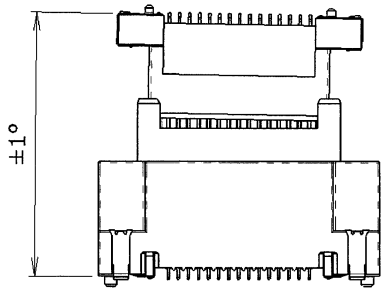

図 3/Fig.3
- 嵌合時の許容角度は図 3～図 4 になりますので、記載角度以下で使用して下さい。
/Please mate below the angle of the figure 3,4.